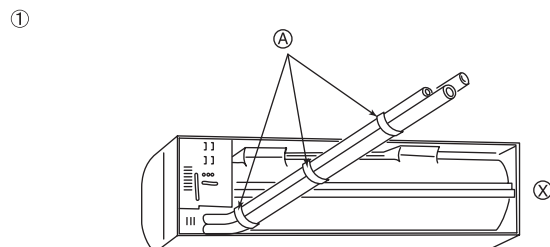
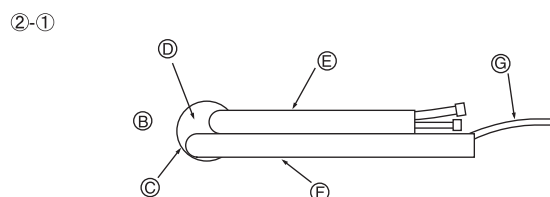

Fig. 3-4
Fig. 3-5
① Στερεώστε τη βίδα και στρίψτε την μία στροφή.
② Το αλφάδιασμα μπορεί να γίνει εύκολα αναρτώντας ένα βάρος σε ένα σχοινί και ευθυγραμμίζοντας το σχοινί με το σημάδι.
① Σωλήνες στο πίσω, δεξιά και χαμηλότερο μέρος (Fig. 3-4)
② Αριστερός και πίσω αριστερός σωλήνας
②-① Για πίσω αριστερή σωλήνωση, τραβήξτε τους σωλήνες να βγουν από την οπή για να μετρήσετε σωστά το μήκος τους, μετά λυγίστε τους. Η εσωτερική μονάδα πρέπει να κρέμεται από τη βάση της που είναι τοποθετημένη στον τοίχο. (Fig. 3-5)